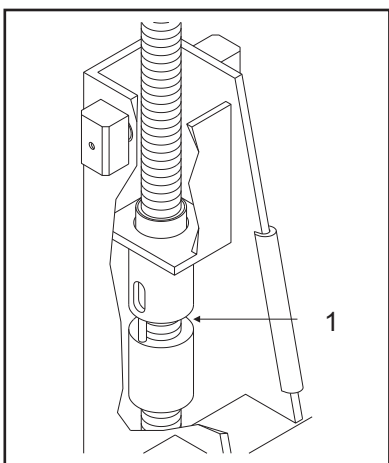

Fig.9 Abb.9
- in caso di rottura della chiocciola portante, interviene la chiocciola di sicurezza (rif. 1, fig.9).
- in the case of damage to the load-bearing nut, a safety nut (ref.1, fig.9) is automatically engaged.
- écrou de sécurité intervenant en cas de rupture de l'écrou porteur (rep. 1, fig. 9)
- bei Bruch eines tragenden Spiralgehäuses greift das Sicherheitsspiralgehäuse ein (Ref. 1, Abb. 9);
- in geval van schade aan de lastdragende moer wordt automatisch een veiligheidsmoer (zie 1, Fig. 9) ingeschakeld.